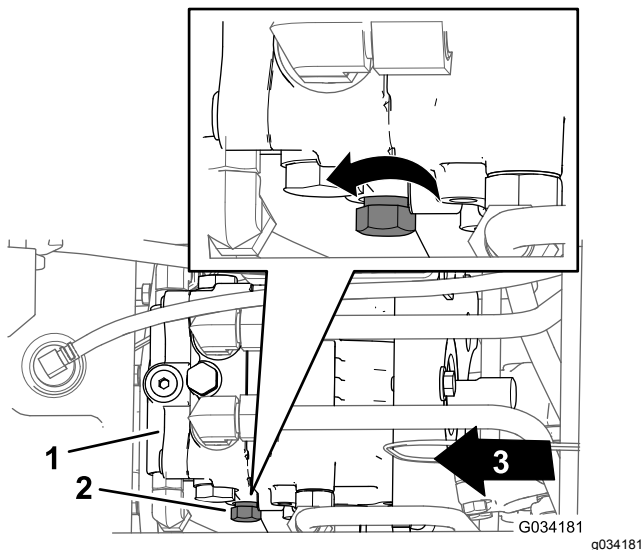

Figura 32
2. Localice el mando de la válvula de desvío, en el lado izquierdo de la bomba hidráulica (Figura 32).
3. Gire el mando 3 vueltas en sentido antihorario (Figura 32).
3. Gire el mando de control (Figura 32) en sentido horario hasta que note resistencia, lo que indica que la válvula de desvío está cerrada.